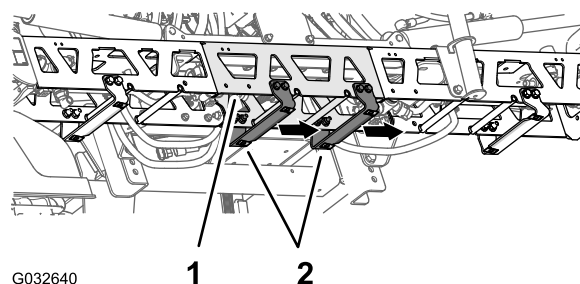

**Рисунок 183**
1. Установите 4 гайки с зажимами (номер 94-2413 по каталогу Toro) на 2 опорных кронштейна кожуха средней секции (номер 131-3703-03 по каталогу Toro), как показано на Рисунок 183.